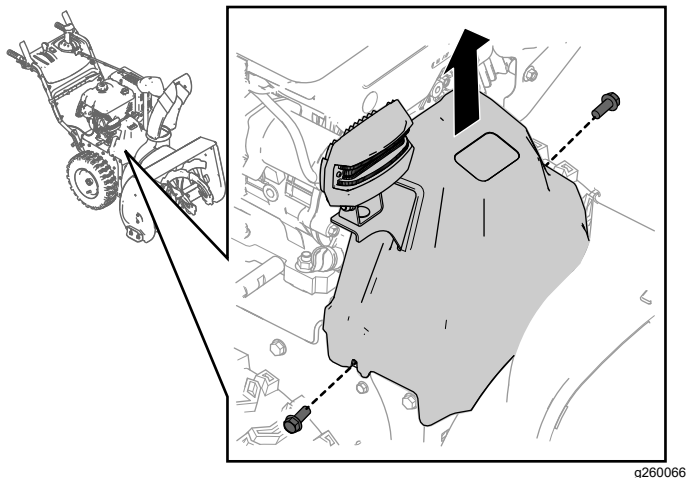

Figura 27
1. Scoateți cele 2 uruburi care fixează capacul curelei (Figura 27).
2. Îndepărtați capacul curelei (Figura 27).